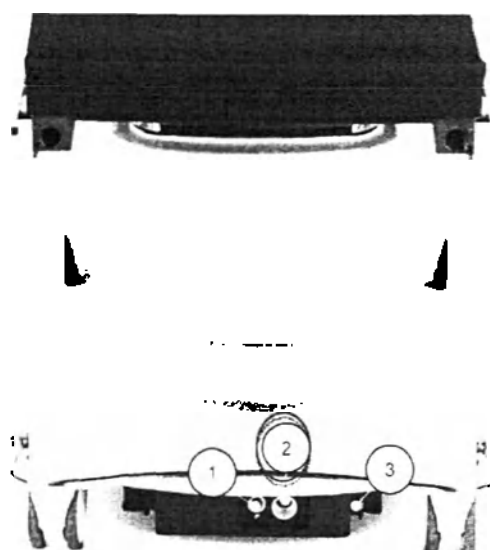

Рисунок 7: Разъем для подключения кабеля зарядки
- Откройте крышку на главной панели управления и присоедините кабель зарядки к разъему 2 (Рисунок 7).